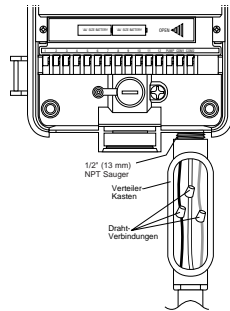

Abb. 24: Wechselstromverkabelung mit Abzweigkasten
- Schließen Sie die Stromquellenleitungen an den vom Controller ausgehenden Kabeln an. Achten Sie darauf, daß die Quellen-Erdung (oftmals ein grünes Kabel oder Blankkupferleiter) am grünen Kabel des Controllers angeschlossen wird. Das grüne Kabel MUSS angeschlossen werden! Schließen Sie die anderen Kabel auf entsprechende Weise an [siehe Abb. 24].